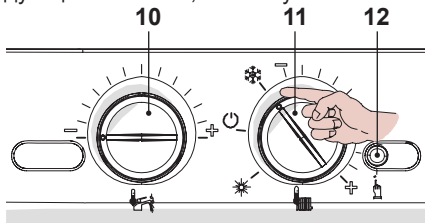
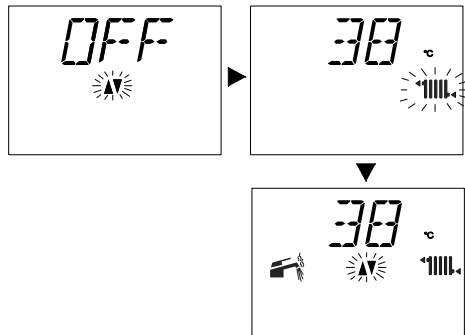

Рисунок 6.5
Рисунок 6.6
- Поверните переключатель функций 11, как показано на рисунке, см. Рисунок 6.5, котел перейдет в режим «ожидания зимы» и на ЖК-дисплее отобразятся следующие символы, см. Рисунок 6.6.